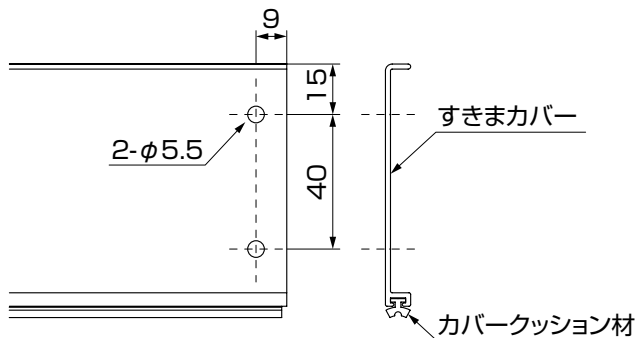

図6-4
- ② 切断側端部にφ5.5の穴をドリルであけてください。(図6-4参照)